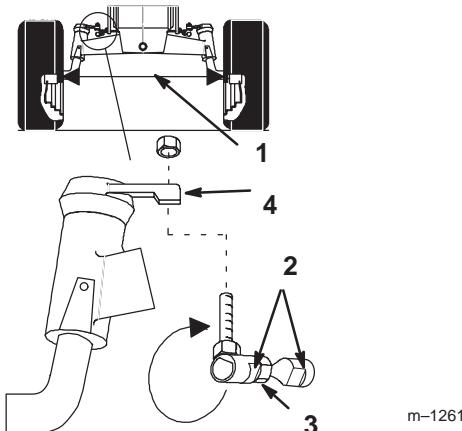

Bild 40
Halten Sie die Vorspur der Vorderräder laut Angaben bei. Wenn Sie eine ungleichmäßige Abnutzung der Reifen, ein Abreißen der Rasenfläche oder ein Erschweren der Lenkung feststellen, kann eine Einstellung erforderlich sein. Prüfen Sie die Vorspur jährlich vor der Einlagerung (Bild 40).
4. Messen Sie den Abstand zwischen den Felgen auf Schafthöhe an der Vorder- und Rückseite der Räder (Bild 40).
2. Entfernen Sie das Kugelgelenk von einem Lenkhebel (Bild 40).
4. Halten Sie die Flachstellen am Kugelgelenk, um diese mit den Flachstellen an der Verbindungsstange zu fluchten; ziehen Sie dann die Klemmmutter fest (Bild 40).